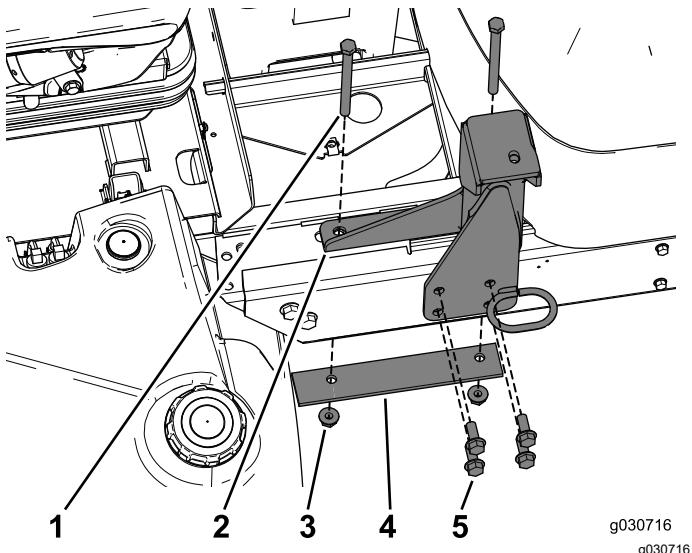

Bild 20
- Befestigen Sie die linke hintere Befestigung mit den neuen Befestigungen am Rahmen (Bild 20).